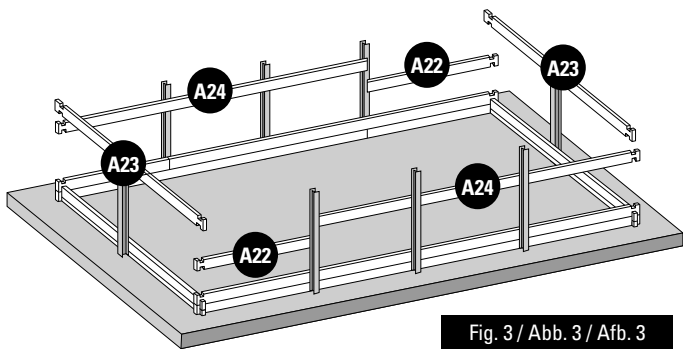

Fig. 3 / Abb. 3 / Afb. 3
- EN 3rd LAYER OF BOARDS:** Install the third layer of boards as shown in figure 3. The position of the refilling fitting with the key and the skimmer should be defined at the start of the assembly (read the specific paragraphs).
- FR 3^{ÈME} RANGÉE MADRIERS :** Positionnez les madriers de la 3^{ème} rangée conformément à la figure 3. Vous devez avoir déterminé l'emplacement de la buse de refoulement et du skimmer dès le début du montage (voir paragraphes spécifiques).
- DE 3. BRETTREIHE:** Platzieren Sie die Bretter der dritten Reihe laut Abb. 3. Zu Beginn der Montage müssen Sie die Lage des Druckventils und des Skimmers festlegen (lesen Sie hierzu die entsprechenden Abschnitte).
- NL 3ª RIJ PLANKEN:** Plaats de planken van de derde rij zoals te zien is op afbeelding 3. U moet al bij aanvang van de montage bepalen op welke plaats het uitstroommondstuk en de skimmer moet komen (less de betreffende paragrafen).